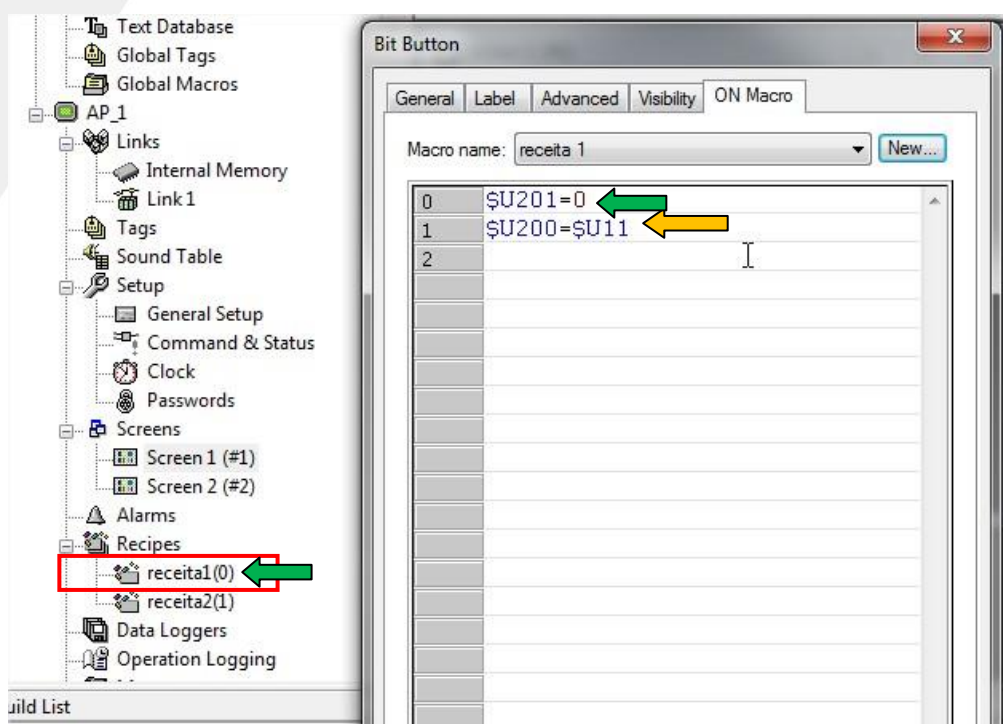

Figura 8
- Definimos “\$U201 = 0” (armazena na memória interna U201, o valor “0”, indica que queremos enviar a tabela de receita1 (0)
- Definimos “\$U200=\$U11”( armazena na memória interna U200, o valor contido na memória interna U11 onde U11 é a entrada numérica do selecionador de receita. Conforme figura 8 abaixo.